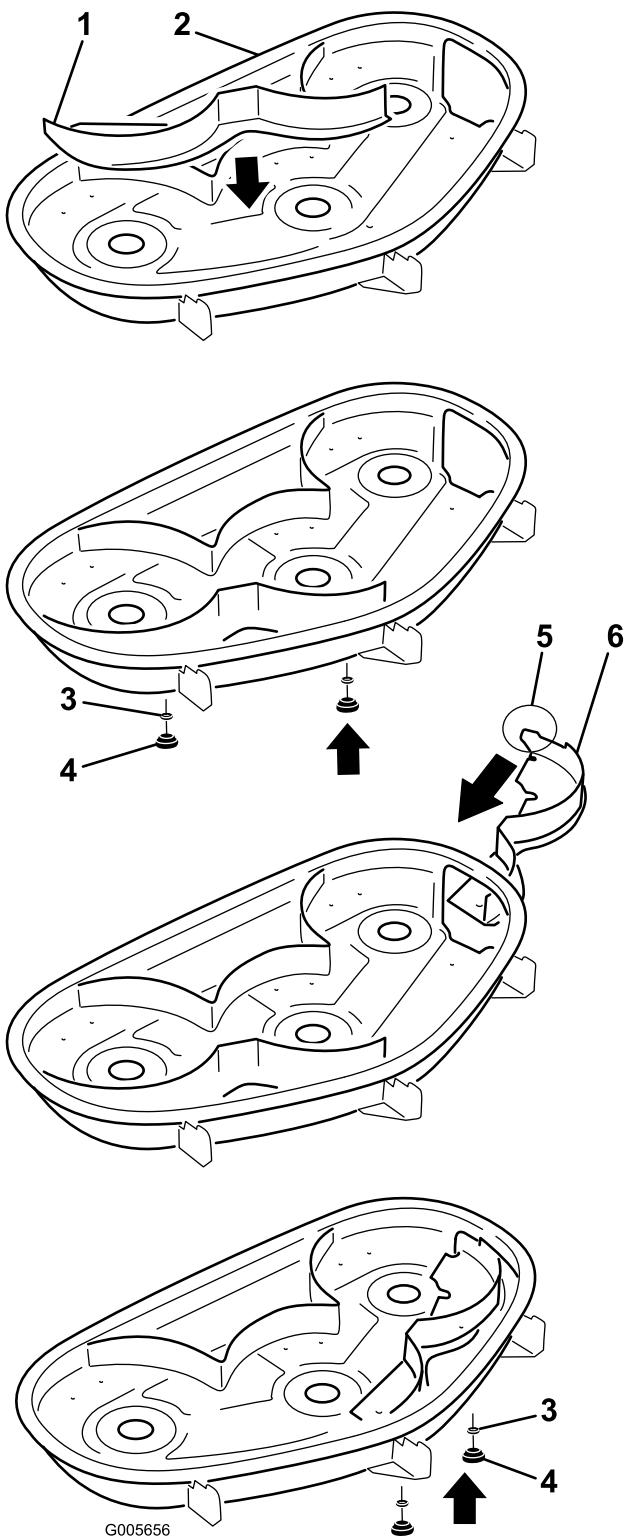
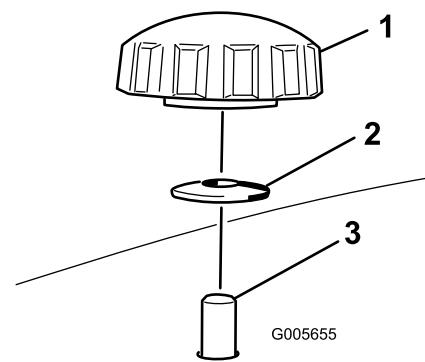

Bild 4
Bild 5
- Entfernen Sie die Befestigungen aus den vier Löchern am Mähwerk, in denen die Befestigungsbolzen des Ablenkblechs am Mähwerk befestigt werden (Bild 4).
- Befestigen Sie das linke Ablenkblech am Mähwerk; befestigen Sie Bolzen am Ablenkblech von der Oberseite des Mähwerks mit zwei Handrädern und Wellenscheiben (Schalenseite zum Mäher), wie in Bild 4 und Bild 5 dargestellt.
3. Schieben Sie das rechte Ablenkblech durch die Auswurftalaoöffnung und befestigen Sie diese mit den zwei Handräden und Wellenscheiben (kappenförmige Seite zum Mähwerk), wie in Bild 4 und Bild 5 dargestellt.